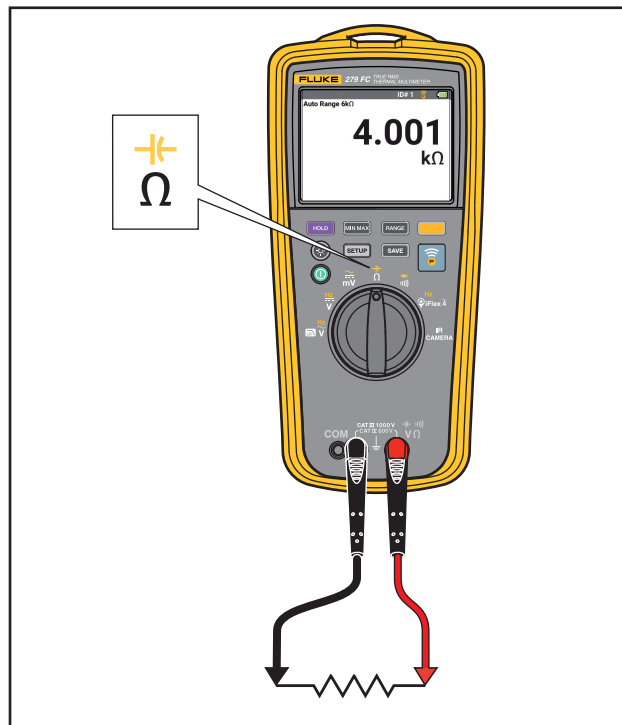

Figure 7. Mesures de résistance
- Mesures de résistance. Voir la Figure 7.
Le multimètre envoie un courant faible dans le circuit pour les mesures de résistance. Comme ce courant emprunte tous les trajets possibles entre les sondes, la résistance mesurée est la résistance totale de tous les trajets entre les sondes. Voir la Figure 7.